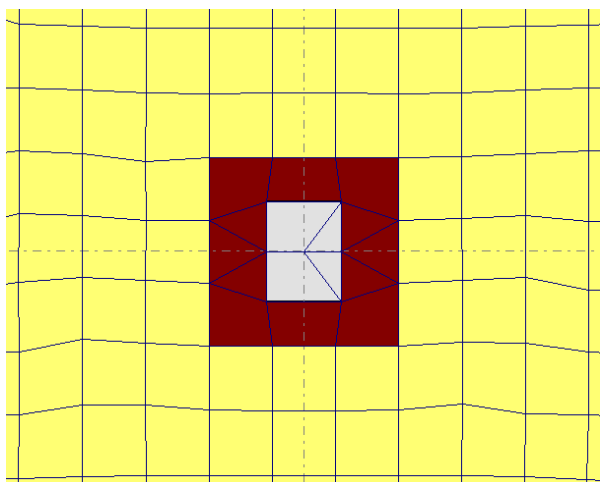

Рис.13.14.3. Заданная толщина плиты (фрагмент)
- Установите, а после просмотра (рис. 13.14.3) – отмените признак отображения с помощью команды меню **Вид** ⇒ **Отобразить объекты** ⇒ **Толщина плиты** ⇒ **Заданная толщина** (кнопка  на панели инструментов **Визуализация**).